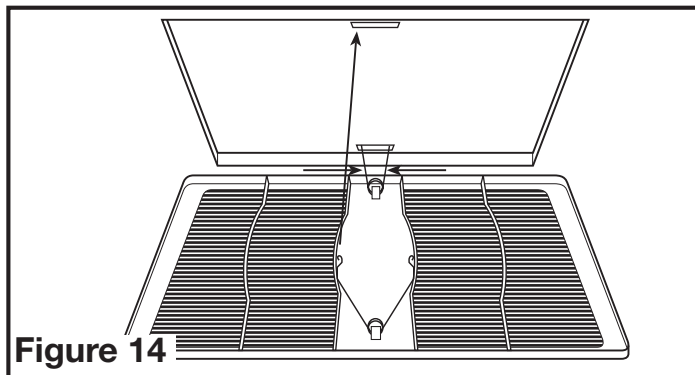

Figure 14
- 5a. **MODÈLES STANDARDS ET AVEC DÉTECTION D'HUMIDITÉ:** Installez la grille en pressant ensemble les deux extrémités des ressorts et en les installant dans les fentes du châssis du ventilateur. Pousser la grille en position (Figure 14).